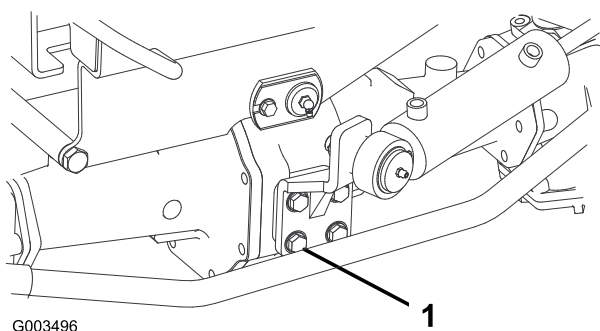

Figure 69
- Serrez les 4 boulons du support du vérin de direction (Figure 69) à un couple de 65 à 81 N m.